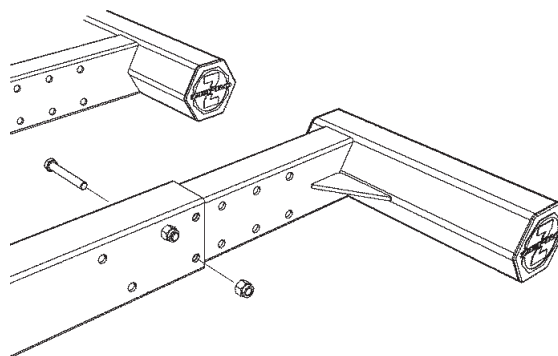

Bild 45. Montering av underkörningsskydd
1. Montera de yttre konsolerna, de kan monteras i fem olika lägen. Välj ett läge som ger en position som uppfyller de lagstadgade kraven. Använd tillhörande skruv M12x80. Montera skruvarna i hålbild enligt Bild 45, längst ut i den nedre hålraden och näst längst ut i den övre. Montera utan att dra åt skruvarna.